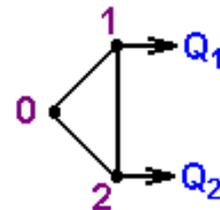

Рисунок 34
**Вариант 12.** Для схемы однородной кольцевой электрической сети  $U_H = 110$  кВ (рис.34) определить: